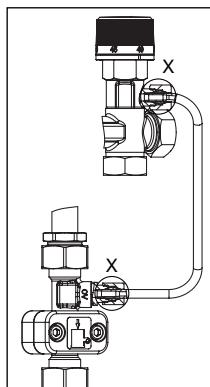

Abb. 6.7 Darstellung
- Das Ventil (SW28) in den Verteiler schrauben. Dabei auf die Ausrichtung achten (ca. 30°, in etwa parallel zum Übergangsstück. Die weiße Markierung des Handrads zeigt nach vorne, Abb. 6.7 / 6.8). Die Verbindung ist selbstdichtend.
- Die Enden des Kupferrohrs bis zum Anschlag in das Gehäuse bzw. in den Stopfen schieben. (Abb. 6.7 / 6.8 für die Richtung des Kupferrohrs beachten!) Evtl. die Ausrichtung des Ventils und des Gehäuses noch einmal anpassen.